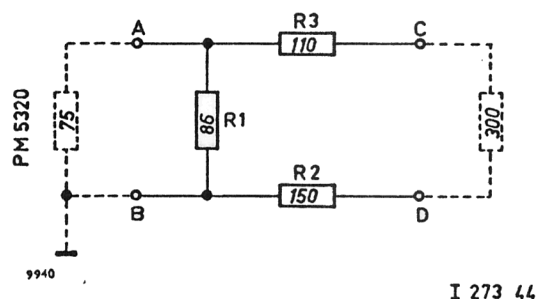

Fig. 28. Schéma de remplacement du transformateur d'impédance
Le circuit équivalent pour la transformateur d'impédance tel que connecté entre PM 5320 et une charge de  $300 \Omega$  est représentée sur la fig. 28.
**Atténuation** – L'atténuation de tension d'une source de  $75 \Omega$  pour une charge de  $300 \Omega$  (fig. 28) est